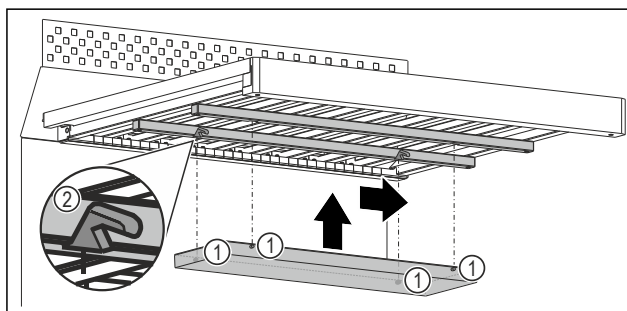

Fig. 105 Ilustrační zobrazení
- Každý kolík *Fig. 105 (1)* zasuňte do odpovídajícího vybrání *Fig. 105 (2)* v lištách pod dřevěným roštem.